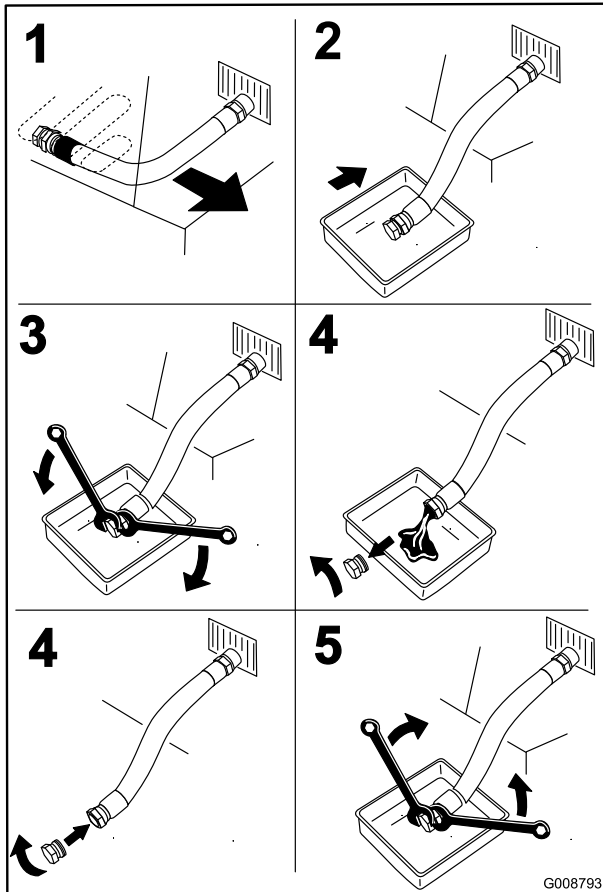

Figura 48
4. Drene el aceite del motor (Figura 48).